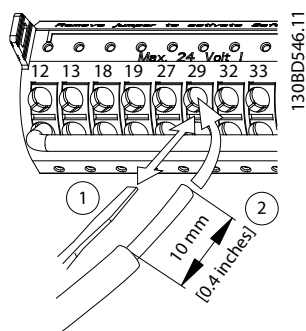

Рисунок 5.21 Подключение гибких проводов цепи управления
- Если используется гибкий провод, разомкните контакт, вставив небольшую отвертку в прорезь между отверстиями клемм и продвиньте отвертку внутрь. См. Рисунок 5.21. Затем вставьте зачищенный провод в контакт и вытащите отвертку.